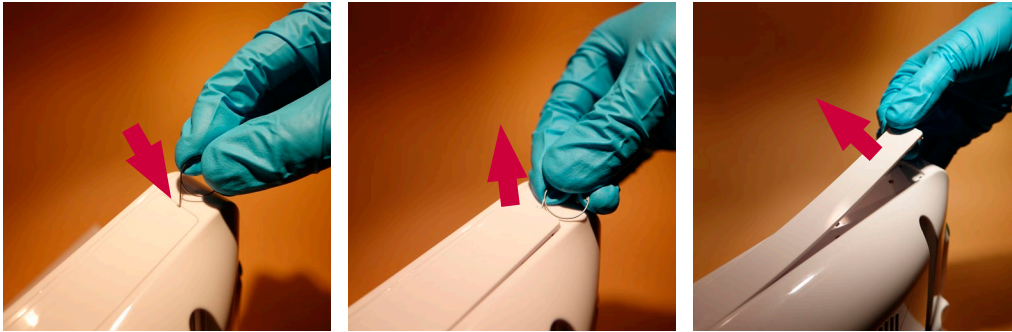

Рис. 4. Снятие накладных панелей
- c) **Снимите накладные панели (с логотипом Ambu) сверху и снизу устройства отображения (рис. 4)**